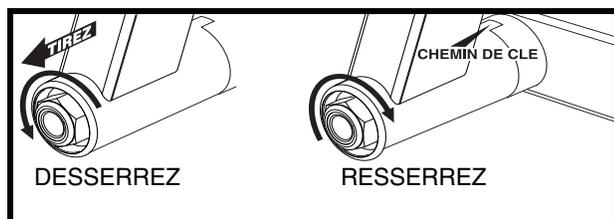

Figure 8A. Pivotez l'ensemble
1. Tirez et pivotez l'ensemble soude pour degager le chemin de cle. il se peut que vous ayez a desserrer l'ecrou du pivot a l'aide d'une douille de 3/4 in. SUR cle a rochet. **Voir la figure 8A.**